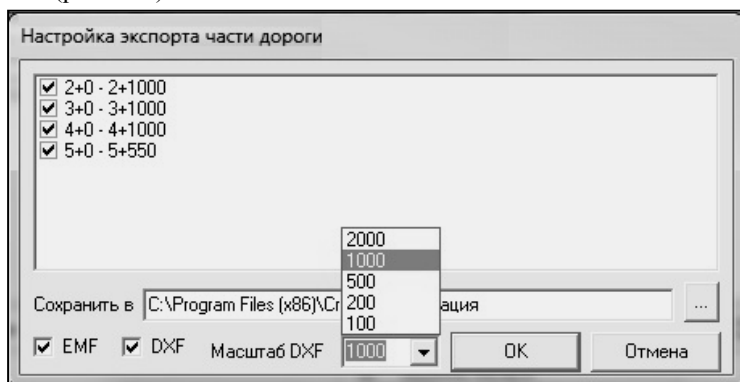

Рис. 11.4
- В диалоговом окне **Настройка экспорта части дороги** (рис. 11.4) флажками отмечаются документы для экспорта.
- Из выпадающего списка можно выбрать масштаб для экспорта в DXF (рис.11.4).